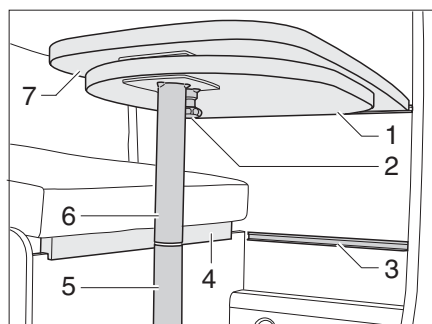

Fig. 38 Table suspendue avec pied d'appui divisible
- Tirer le bouton (Figure 38,2) du verrouillage vers le bas et faire pivoter la rallonge de table (Figure 38,1) vers l'extérieur.
- Faire pivoter la rallonge de table (Figure 38,1) en dessous du plateau de table (Figure 38,7) jusqu'à ce que le verrouillage s'enclenche de manière audible.
- Placer le cas échéant la barrette en contreplaqué (Figure 38,4) sur la banquette.
- Faire pivoter la rallonge de table (Figure 38,1) vers l'extérieur.
- Soulever légèrement le plateau de table (Figure 38,7) à l'avant d'env. 45°.
- Tirer la partie inférieure du pied de table (Figure 38,5) vers le bas et la mettre sur le côté.
- Accrocher le plateau de table sous un angle de 45° avec les supports dans la baguette de support inférieure (Figure 38,3) et le déposer avec la partie supérieure du pied d'appui (Figure 38,6) sur le sol.
- Soulever légèrement le plateau de table (Figure 38,6) à l'avant d'env. 45°.